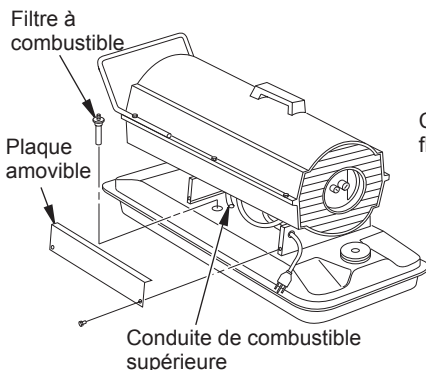

Figure 15 - Dépose du filtre à combustible, modèles 40/55T/70T
3. Détachez la conduite de combustible supérieure de l'embase du filtre (voir Figure 15 ou 16).
3. Enlevez les 4 vis de la plaque amovible avec une clé à douille de 5/16 po. Retirez la plaque amovible (voir Figures 15 et 16).
12. Remettez la plaque amovible (voir Figures 15 et 16, page 11).
2. Enlevez les vis de la plaque amovible avec une clé à douille de 5/16 po (voir Figure 15 ou 16, page 11).
2. Enlevez les (4) vis de la plaque amovible avec une clé à douille de 5/16 po pour exposer la commande d'allumage (voir Figure 15 ou 16, page 11).